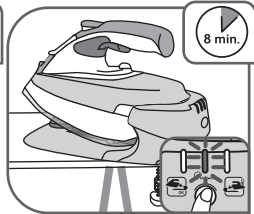

Fig. 16*
- Orange Kontrollleuchte blinkt (je nach Modell): Funktion Automatische Abschaltung aktiviert (lesen Sie den Abschnitt "Automatische Abschaltung") – fig.16.